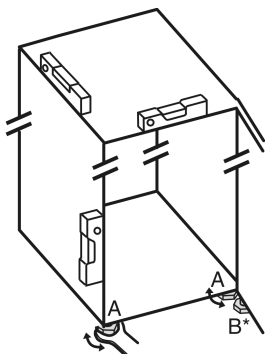

Fig. 5
- Stellschrauben Fig. 5 (A) mit beiliegendem Gabelschlüssel und mit Hilfe einer Wasserwaage herausdrehen, bis das Gerät fest und ebenstehend ausgerichtet ist.
- Stellfuß Fig. 5 (B) am Lagerbock mit beiliegendem Gabelschlüssel herausdrehen, bis er auf dem Boden aufliegt.
- Stellfuß Fig. 5 (B) um 90° weiter drehen.